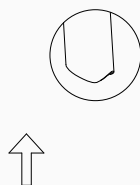

Figura 7.1
7. Instradare il cavo del sensore fissato al Tubo Verticale (Parte 04) attraverso il Gruppo del Tubo Verticale (Parte 01), quindi collegare il cavo al Display Elettronico (Parte 14), come mostrato nella Figura 7.1.